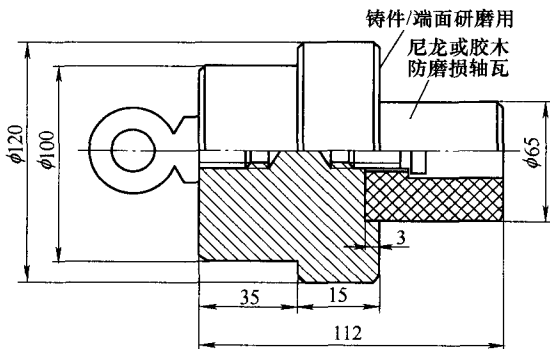
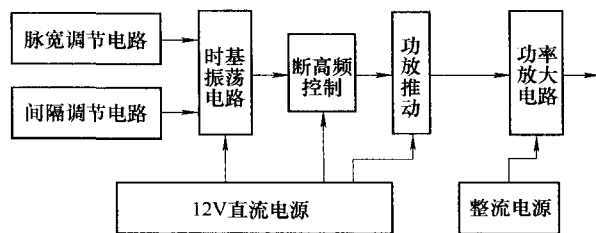

图 2
图1 高频电源方框图
(2) 磨头轴瓦端面研磨工装 零件号002如图2所示。
源的工作原理。由高频电源方框图(见图1)可以看出,线切割高频电源由脉宽调节电路、间隔调节电路、时基振荡电路、断高频控制电路、功放推动级、功率放大电路、直流电源等部分组成。其中时基振荡电路由555及周围电路组成,产生高频脉冲方波,晶体振荡电路是高频电源的核心部分;断高频控制电路如图2所示,它控制信号的输出;功放板采用IRF630作为功率输出管,把信号放大后加到钼丝上,从而可以进行产品加工。